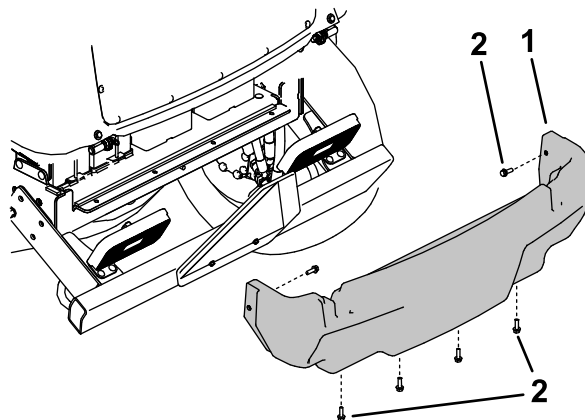

Рисунок 114
5. Выверните 6 фланцевых винтов крепления заднего кожуха к раме и снимите задний кожух (Рисунок 114).
4. Установите задний кожух (Рисунок 114).